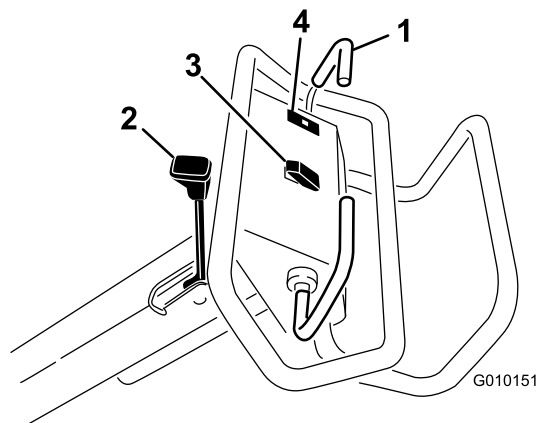

Figure 13
Pour avancer, poussez la barre de commande de déplacement en avant. Pour reculer, tirez la barre de commande de déplacement en arrière (Figure 13).
- Pour serrer le frein de stationnement, rapprochez le levier de la poignée (Figure 13).
Le témoin de pression d'huile (Figure 13) s'allume quand la pression de l'huile moteur descend au-dessous du niveau admissible. Dans ce cas, coupez le moteur et recherchez la cause de la baisse de pression. Effectuez les réparations nécessaires avant de remettre le moteur en marche.
Levage – appuyez sur le haut du commutateur (Figure 13) pour lever la tête d'aération et la désengager. Le moteur doit être en marche pour produire la pression de levage. Si la tête d'aération est en dessous de la hauteur de transport, voir Réinitialisation du circuit de commande du système (page 27).
Abaissement/engagement – Appuyez sur le bas du commutateur (Figure 13) pour abaisser et engager la tête d'aération. La barre de commande de déplacement doit être en position avant pour activer le commutateur.